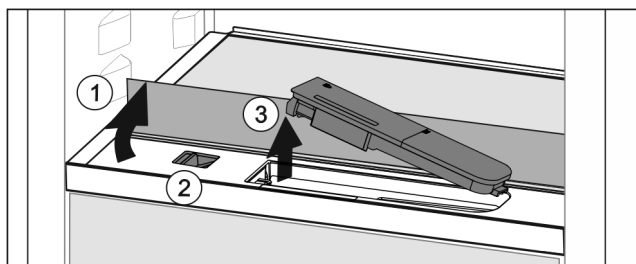

Fig. 49
- ▶ Skleněnou desku nadzvedněte a zaklapněte dozadu až na doraz Fig. 49 (1).
- ▶ Posuvník Fig. 49 (2) posuňte doleva.
- ▶ Vyměňte nádržku na vodu Fig. 49 (3).